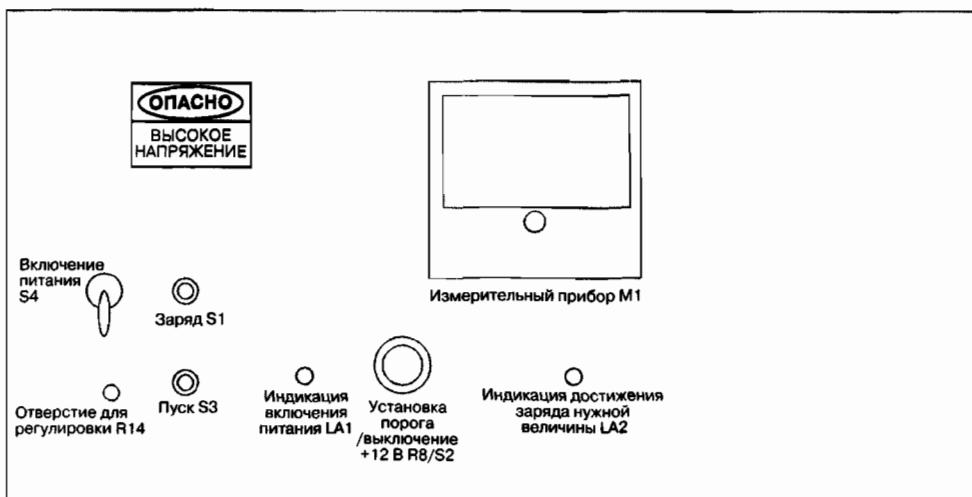

Рис. 3.7. Передняя панель и органы управления
3. Установите переключатель S4 (см. рис. 3.7) в выключенное состояние, переведите ось совмещенного с переменным сопротивлением R8/S2 выключателя в положение «выключено», установите переменные сопротивления R14 и R19 в среднее положение и включите устройство в сеть 115 В переменного тока, вставив вилку шнура питания СО1 в розетку.
5. Обратите внимание на органы управления (см. рис. 3.7):